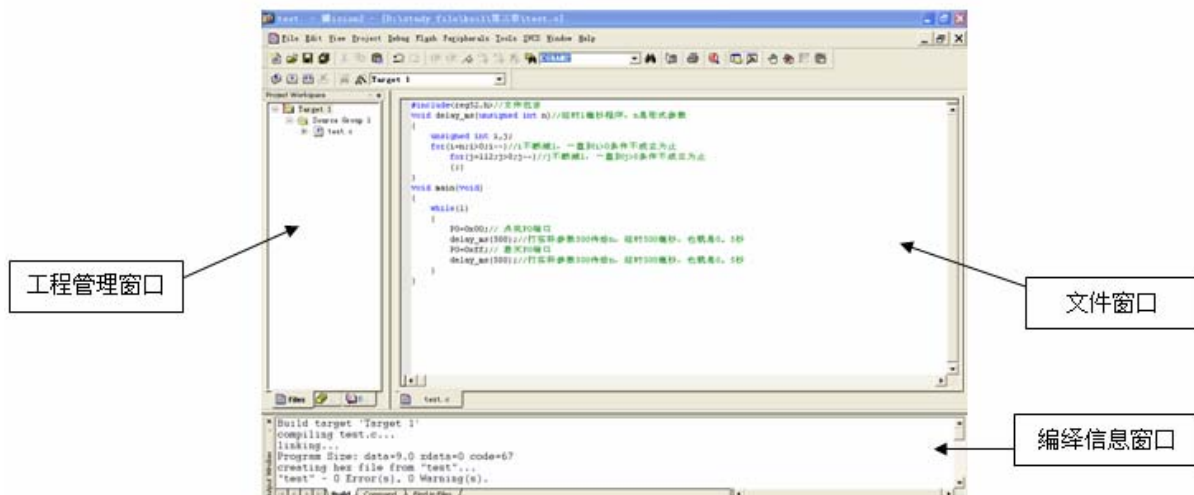
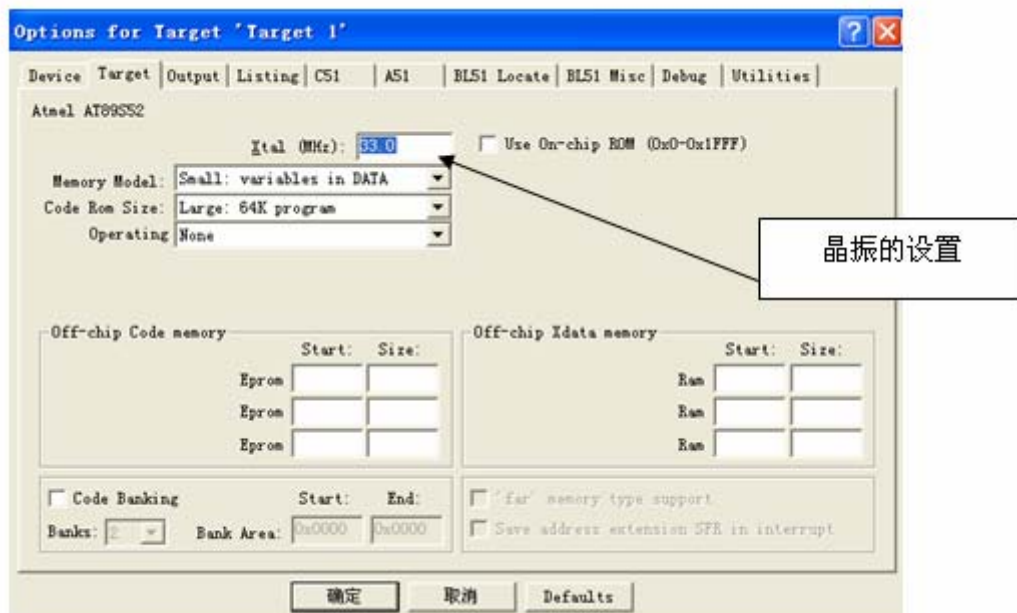
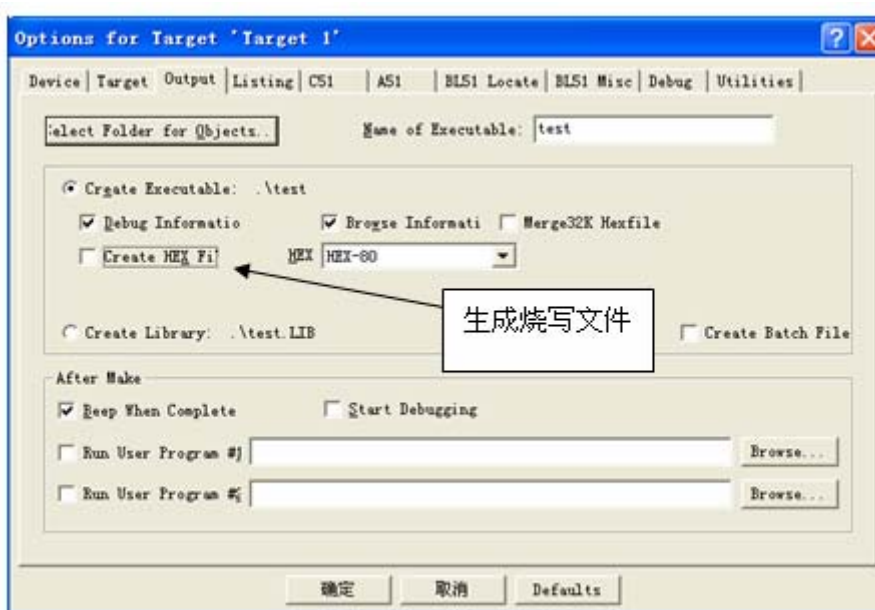
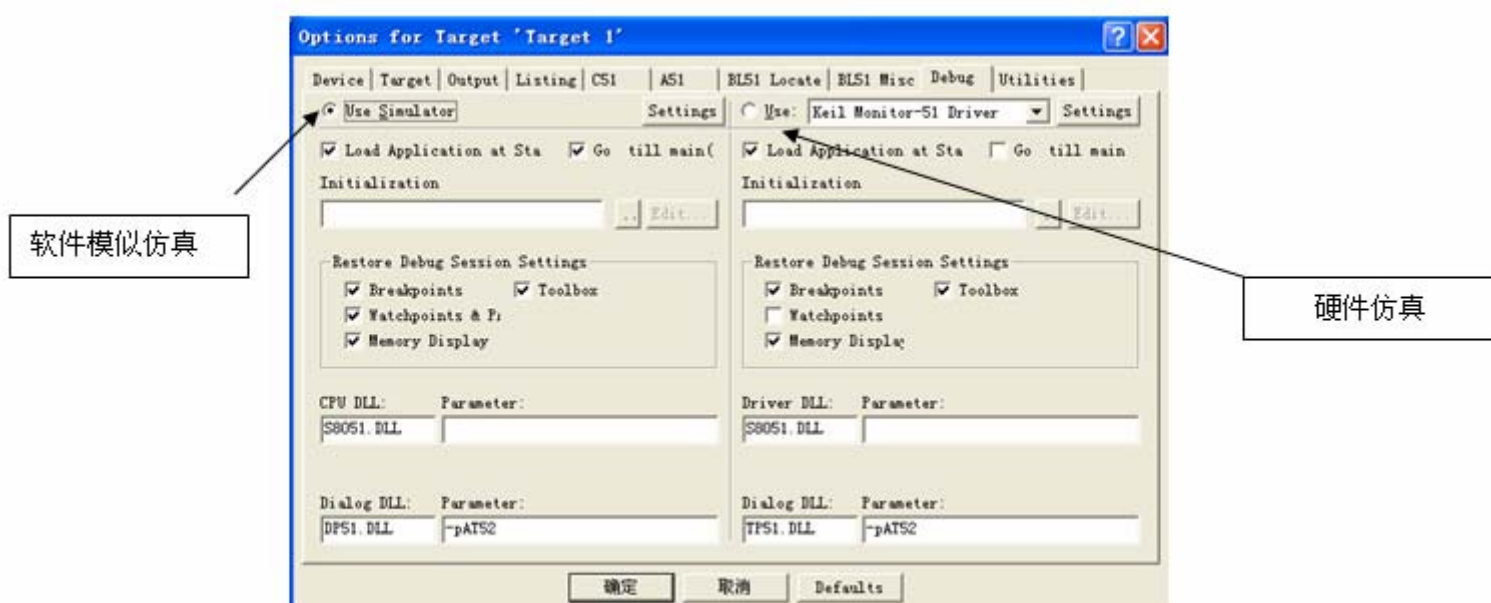

图 2-15
图 2-16
图 2-17
图 2-18
把程序装入 keil 之后的画面如图 2-15。
(1) 在图 2-15 的画面中点击 ，会弹出如图 2-16 的对话框。其中有 10 个选择页。选择“Target”项，也就是图 2-16 的画面。
在图 2-16 中，箭头所指的是晶振的频率值，默认是所选单片机最高的可用频率值。该设置值与单片机最终在电路运行中的程序代码是无关的，这只是供我们在软件调试时，显示程序执行的时间（关于如何看时间，这个在后面章节中会详细讲解），一般设置为单片机运行的晶振值（实验板的晶振值为 11.0592MHZ），正确的设置可以显示单片机的实际运行时间，但是如果你在调试程序时不是很关心程序的运行时间，那你也可以不用理会它。
(2) 在图 2-16 的画面中点击“Output”页，会弹出如图 2-17 的对话框。
在图 2-17 的对话框中， **Create HEX File** 是生成烧写文件的选项，它的扩展名是“.hex”在默认的情况下是未被选中的。因为我们稍后要将程序烧写到实验板中去，所以在这里选中该项。在默认情况下这个“.hex”文件的存放路径与我们开始时建立项目工程的存放路径相同。只要将这个“.hex”的文件烧写到单片机里面去，其运行的结果与你想象中的一致，那你的电子产品就开发成功了。
(3) 在图 2-17 的画面中点击“Debug”页，会弹出如图 2-18 的对话框。
在图 2-15 中我们已经把程序装 keil 中，现在我们就来进行编译与连接。在图 2-15 界面的左上角，
4. 在图 2-18 的界面中设置为硬件仿真。点击旁边的 **Settings** 按钮会弹出如图 2-25 的对